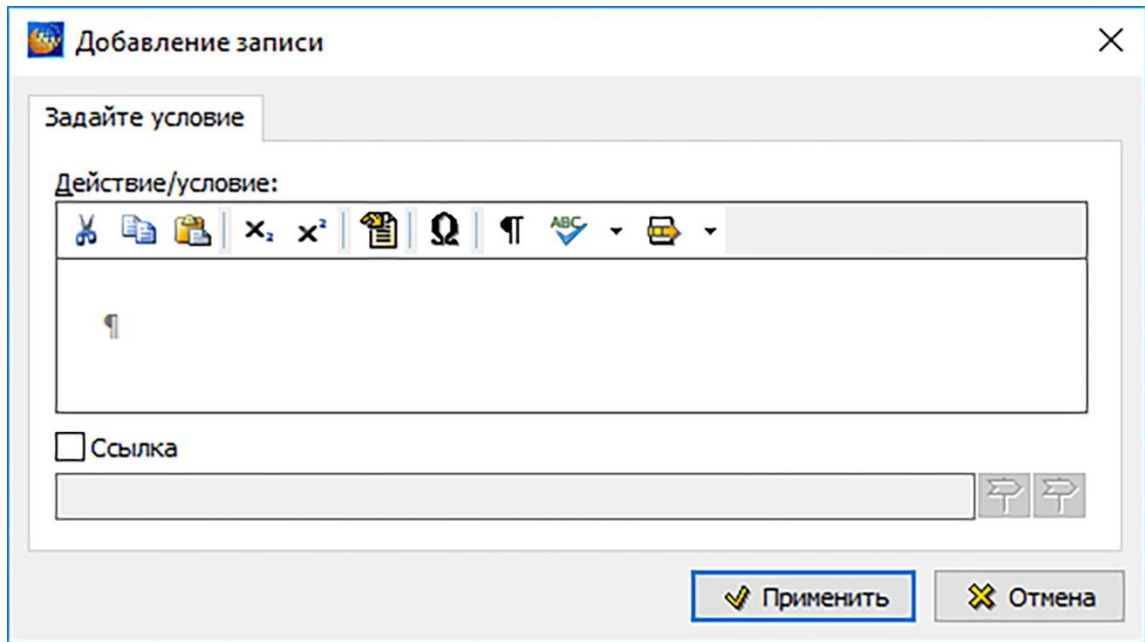

Рисунок 359
2) Щелкните левой кнопкой мыши по полю требуемых условий и нажмите на кнопку  на панели инструментов редактора или выберите команду из контекстного меню. При этом появится окно **Добавление записи** (рисунок 359).